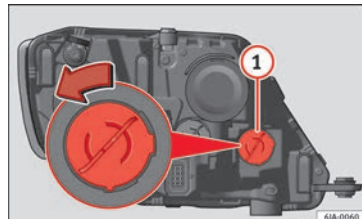

Fig. 93 Remplacement de l'ampoule de clignotant.
- Tournez le support d'ampoule » **fig. 93 ①** dans le sens contraire des aiguilles d'une montre et retirez-le.